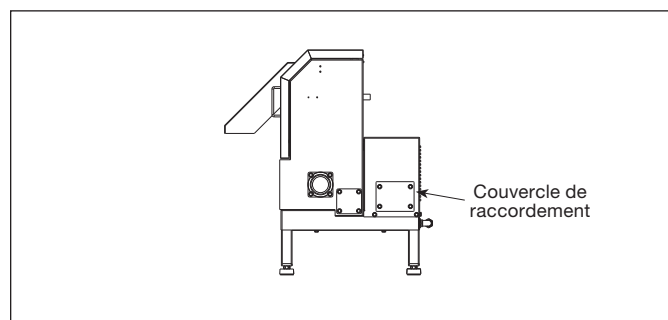

Figure 13.
- Retirez le couvercle de raccordement du Waste Xpress (voir la figure 13).
- A. En tenant les deux poignées, retirez la chute de déchargement du Waste Xpress en l'inclinant vers le haut (voir la figure 13).